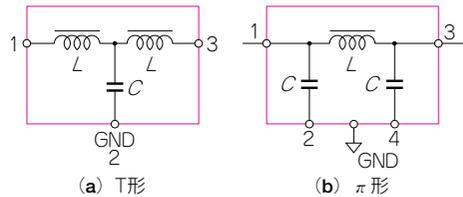

図1-2 直列Lと並列Cの組み合わせで効果を上げるインピーダンスの高低を組み合わせる
▶ **LCを組み合わせるとπ型/T型に構成し配置(図1-2)**